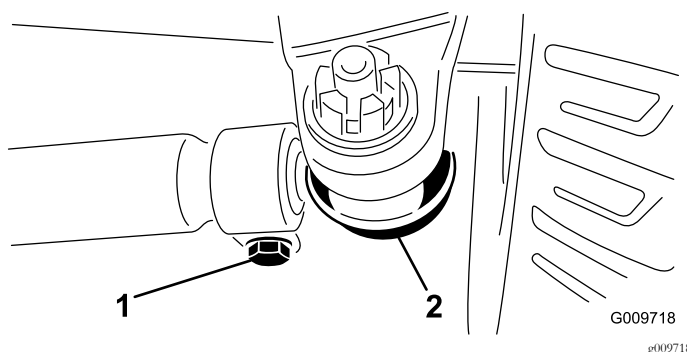

Bild 60
- Entfernen Sie den Splint und die Mutter von einem der Spurstangen-Kugelgelenke (Bild 60).
- Lockern Sie die Klemmen an beiden Enden der Spurstangen (Bild 60).